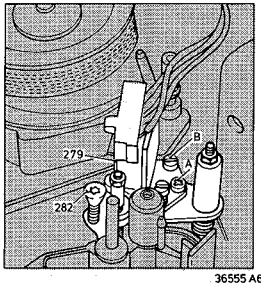
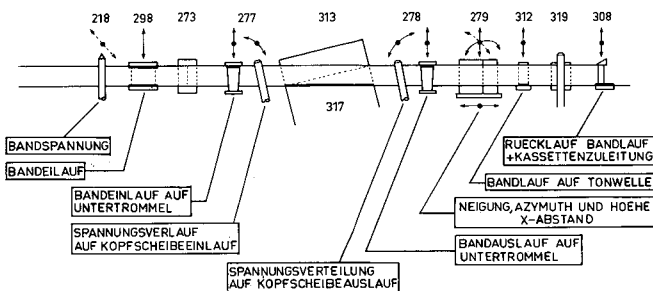

Fig. 2-2-12
Fig. 2-2-13
- Tiltschraube Pos. A (Bild 2-2-12) so einstellen, dass das Band am unteren Flansch der Rolle 312 anlauft. Das Band darf nicht deformiert werden. Siehe Bild 2-2-13.
- Schraube B (Bild 2-2-12) so einstellen, dass die Amplitude des Audiosignals (an der SCART-Buchse gemessen) ihren Höchstwert zeigt.
- Kontrollieren, ob das Band verzerrungsfrei durch den Recorder läuft, Bild 2-2-13.
- Schraube C (Bild 2-2-12) so verdrehen, dass sowohl das Audiosignal als auch das Synchronsignal einen Höchstwert zeigt.
- Mit einer einwandfreien Cassette kontrollieren, ob das Band bei Wiedergabe über alle Bandführungen verzerrungsfrei läuft und auf den unteren Flanschen anläuft, Bild 2-2-13.